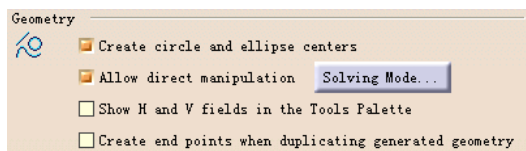

图 6-66
(1) Geometry (几何元素) 选项组 (如图 6-66 所示)